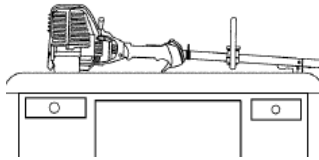

Рис. 18
2. Чтобы достаточно точно измерить уровень масла, расположите двигатель на ровной, горизонтальной поверхности. При этом щиток режущей головки должен выходить за край рабочего стола или верстака (Рис.18).